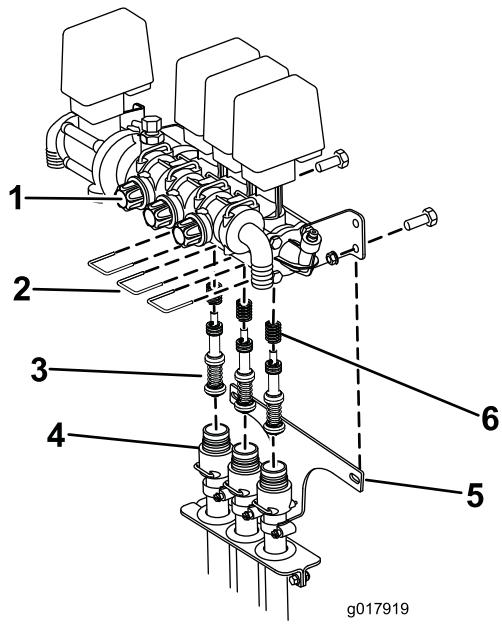

Figure 75
- B. Retirez les 3 étriers qui retiennent les sièges des vannes sur l'ensemble vannes (Figure 75).
(Figure 75) Abaissez les flexibles pour les éloigner de l'ensemble vannes.
- À l'aide d'une clé Allen de 3 mm, retirez les vis de fixation des pistons dans l'ensemble vannes. Veillez à tenir compte des ressorts présents dans la vanne (Figure 75).